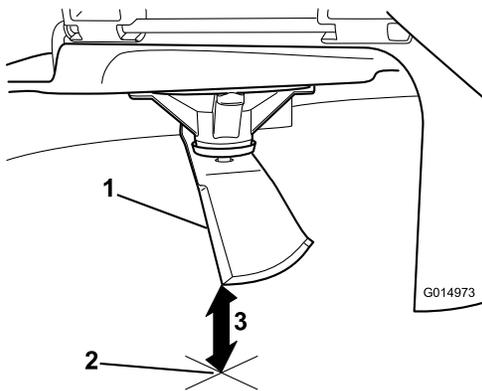

**Figura 56**
4. Gire la misma cuchilla 180 grados de manera que el otro extremo esté en la misma posición (**Figura 56**).